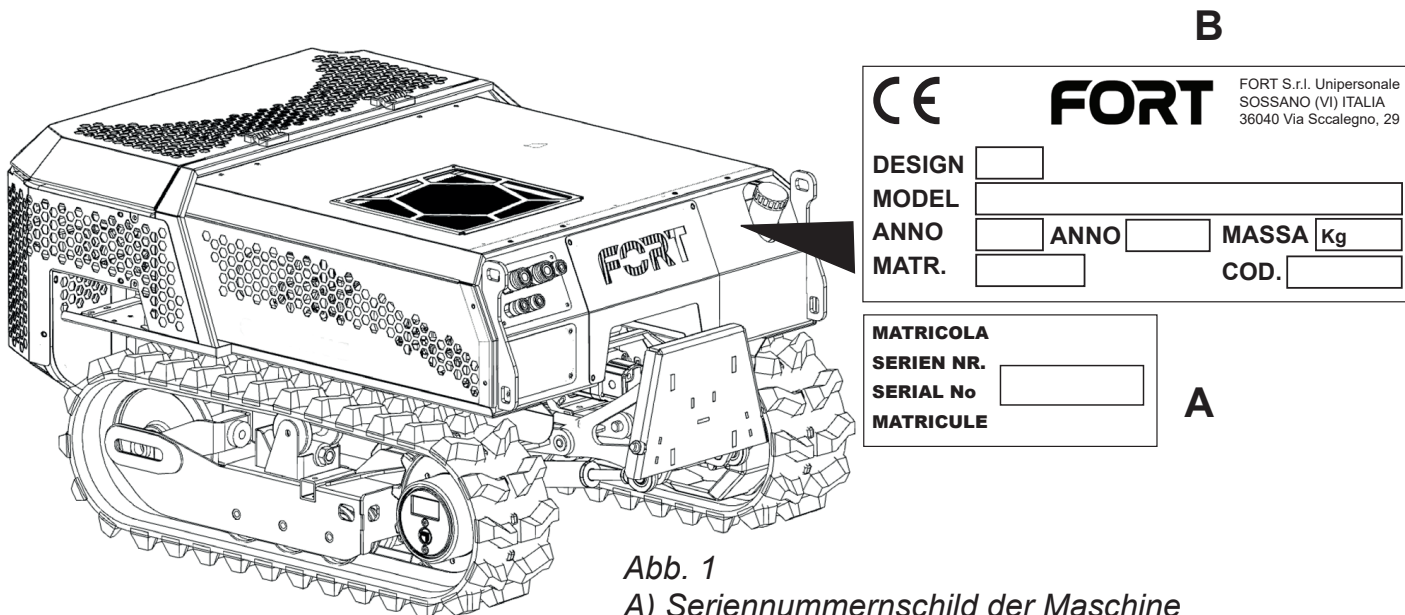

Abb. 1
Jede Maschine hat ein Schild (A), das die Seriennummer angibt, und ein zweites Schild (B) für die „CE“-Kennzeichnung. Die Position ist in Abbildung 1 dargestellt.